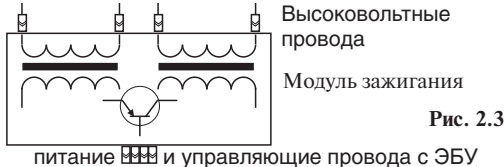
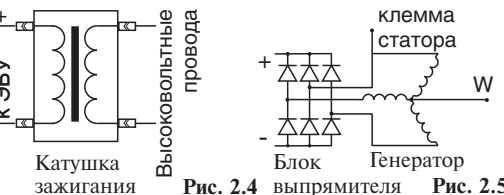

Рис. 2.3
Рис. 2.4
**Ижекторный двигатель** - провод подключите к управляющему проводу модуля зажигания Рис. 2.3 или коммутируемому проводу катушки зажигания Рис. 2.4.